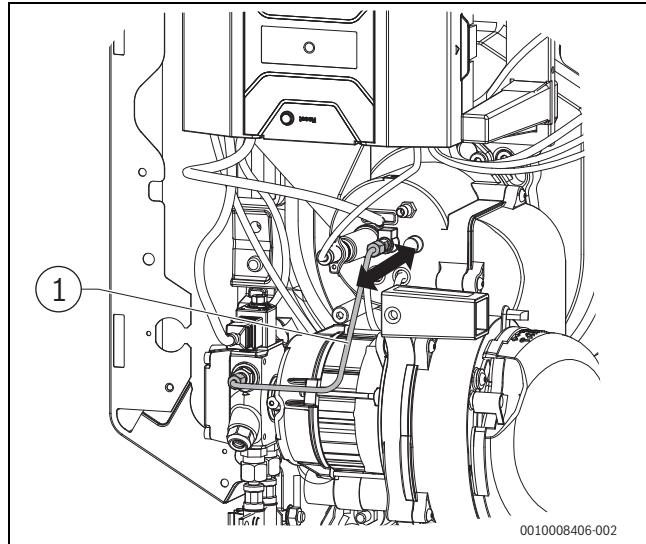

Bild 41 Korrekten Sitz des Mischsystems prüfen
- Ölzuleitung (→ Bild 41, [1]) etwa 5 mm herausziehen.